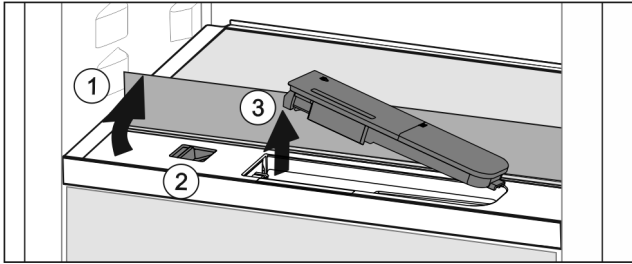

Fig. 45
▶ Повдигнете стъклената плоча и я завъртете до ограничителя назад Fig. 45 (1).
▶ Преместете плъзгача Fig. 45 (2) наляво.
▶ Извадете резервоара за вода Fig. 45 (3).